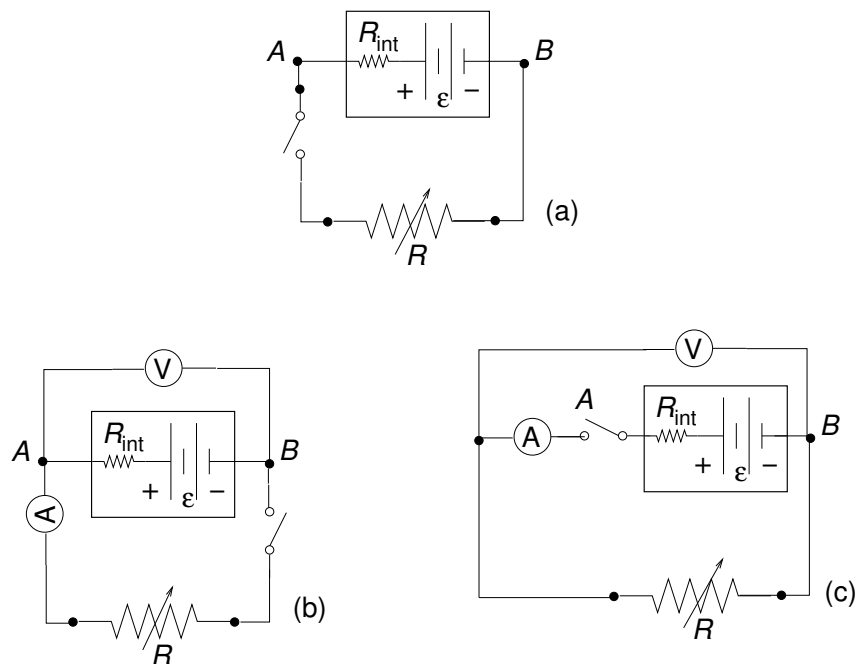

Figura 23: Como medir a característica  $I - V$  de uma pilha? Com o circuito b) ou c)?
- a) Resistências internas típicas de pilhas são da ordem de poucos Ohm. Usando uma resistência variável com  $R \sim 1 - 30 \text{ V}$  medir a d.d.p. no terminais de uma pilha de 9 V em função de respectiva corrente. Qual dos circuitos da figura 23 será o mais apropriado, b) ou c)?